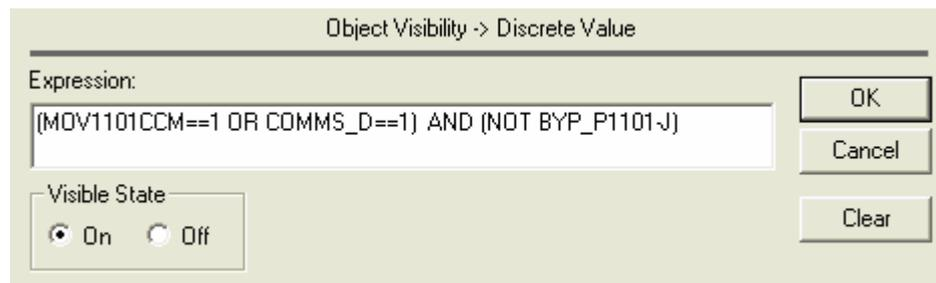

Figura 4.29. Visibility MOV1101 tercer Symbol Factory
**La visibilidad de este símbolo se muestra en la figura 4.29:**